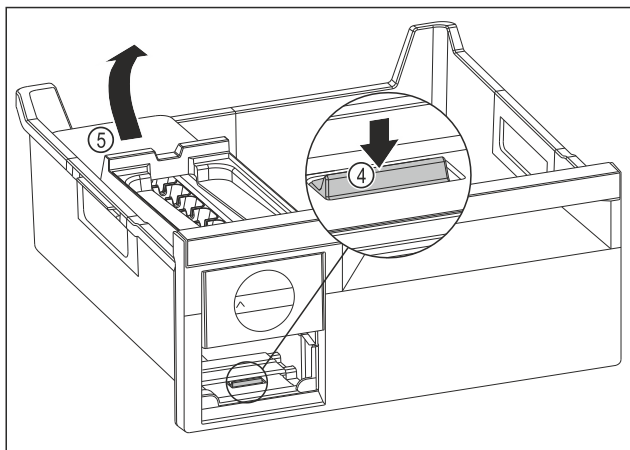

Fig. 154
- Извлеките корпус EasyTwist-Ice: Надавите пальцем вниз на накладку Fig. 154 (4) и одновременно другой рукой поднимите корпус EasyTwist-Ice Fig. 154 (5) сзади.